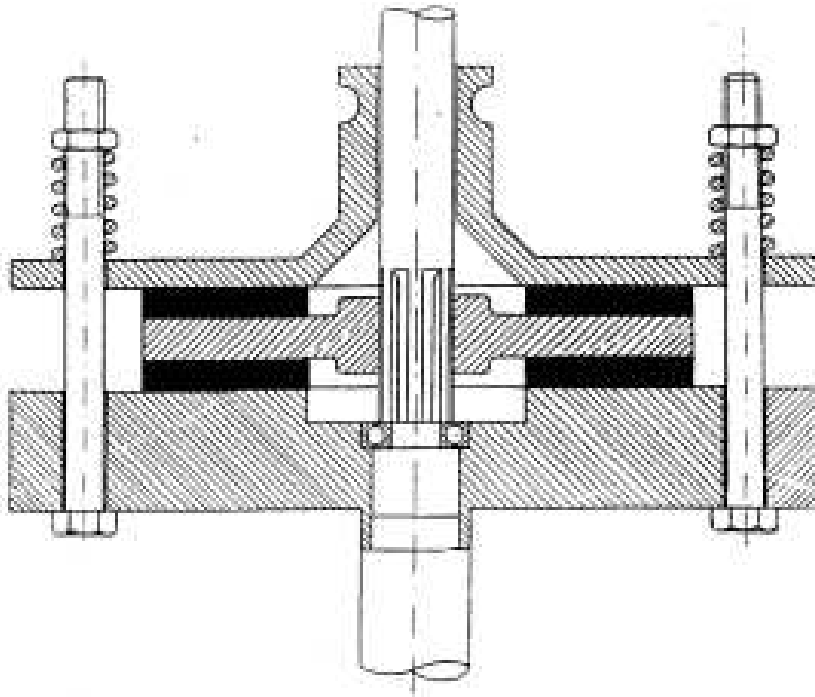

Figura 2.
En el embrague de la figura 2 el material de revestimiento es asbesto modelado. La presión máxima admisible (que se considera uniforme) es de 2.6 kg/cm^2 . El coeficiente de fricción es de 0.2. El diámetro exterior del disco de embrague es de 25 cm.
2. Si el esfuerzo normal de embrague queda garantizado por cuatro resortes de torsión como los de la figura 2, ¿qué carga hay que dar a cada resorte en el montaje del embrague?.